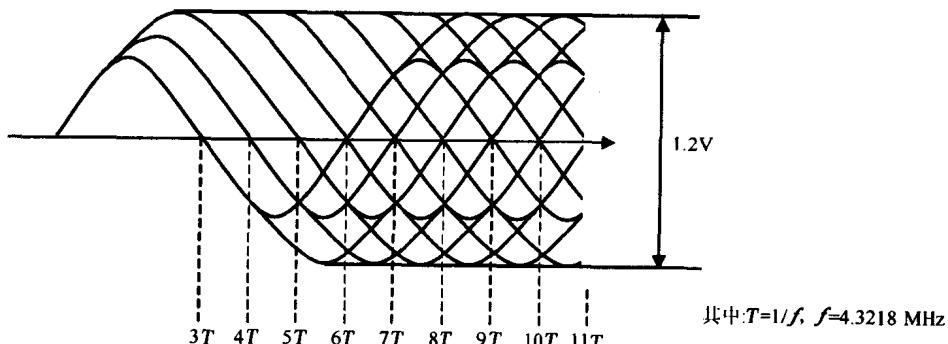

图 1.2 RF 信号眼图波形
(2) 示波器:主要用于测量关键点的波形,如眼图波形、振荡波形、循迹聚焦控制输出波形和数据信号波形等,并且可非常直观地判别出波形是否正常。下面以测量 VCD 机为例。
①用示波器观察眼图波形:将示波器置于 0.5 V/div 和 $0.5 \mu\text{s/div}$,观察射频(RF)放大器电路输出的 RF 眼图波形,如图 1.2 所示。正常播放时眼图的峰-峰值应在 1.2 V 左右,且眼图清晰无网纹干扰。